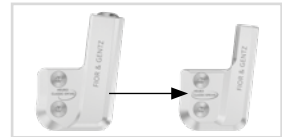

fig. 33
- 3 Montez l'ensemble fonctionnel ou la plaque supérieure de l'articulation modulaire souhaitée dans la largeur modulaire appropriée (voir l'exemple fig. 33).